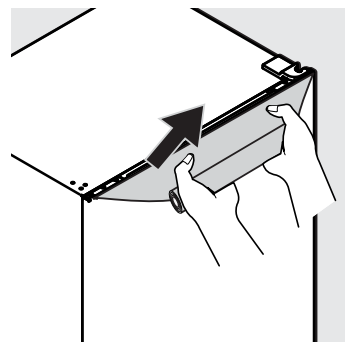

Fig. 3
2. Reúna el exceso de película suelta y enróllala. Luego tire de la película hacia arriba (Fig. 3). Continúe tirando de la película hasta que esté aproximadamente a 2" del borde superior de la puerta. Con un movimiento lento y constante mientras mantiene un ángulo de 45° con el borde superior, tire del resto de la película, comenzando desde el lado izquierdo o derecho hacia arriba contra la tapa de plástico del extremo de la puerta.